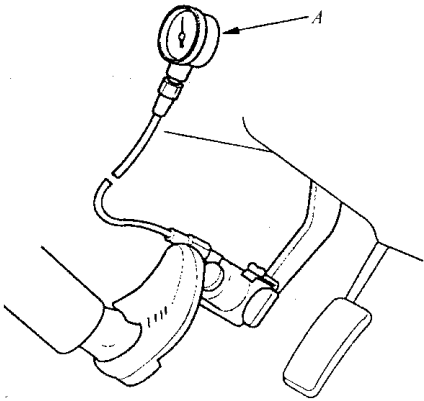

图 8-37 测量压力
- 4) 如图 8-37 所示，让助手用 98 ~ 294N 的力踩住制动踏板，用一个压力表 A 来测量压力。